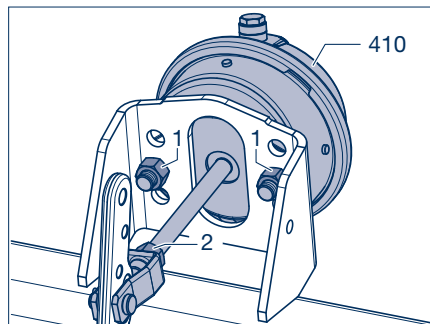

Рисунок 4
- [8] При использовании вилкообразных головок с продольным отверстием следует установить наружную возвратную пружину (295, рисунок 4, стр. 109). Ее следует учесть при расчете торможения.